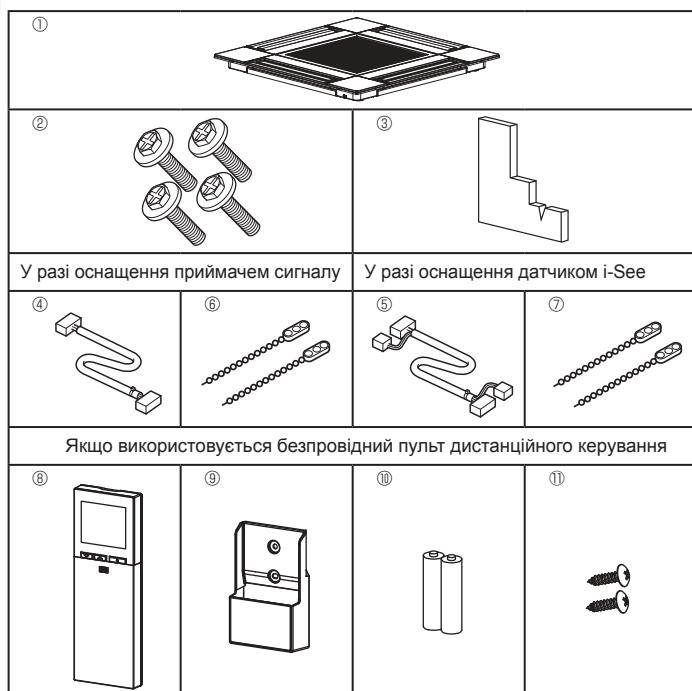

Fig. 10-1
10.1. Перевірте допоміжне пристрій для решітки (Fig. 10-1)